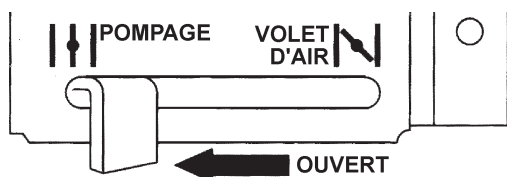

Figure 21. Enrichisseur (ouvert)
1. Réglez l'*enrichisseur* (Figure 21) en position **CHOKE (FERMÉ)** si vous démarrez un moteur **froid**.